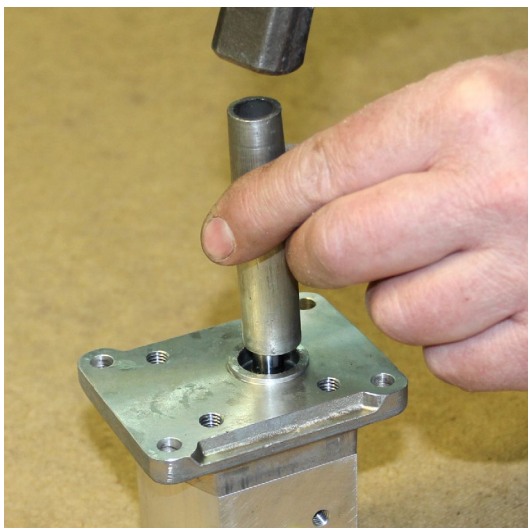

Abbildung 4.10
5. Klopfen Sie vorsichtig mit einem breiten Anschlussstück auf die Dichtung, um sicherzustellen, dass sie unten vollständig aufliegt, siehe Abb. 4.10.